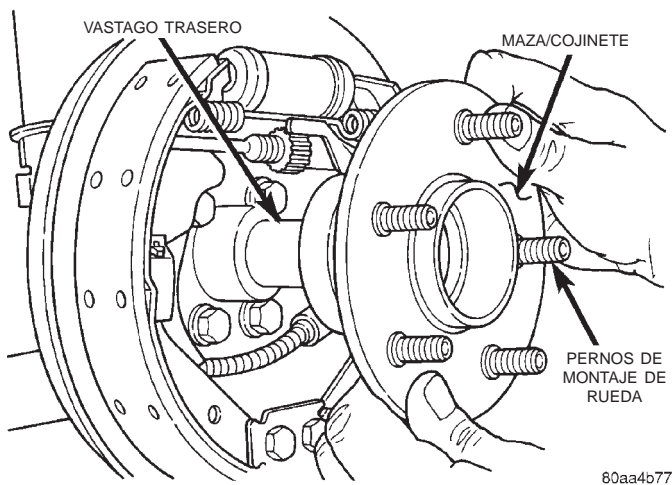

Fig. 147 Desmontaje de maza/cojinete del vástago (Se muestran los frenos de tambor)
(17) Retire el conjunto de maza/cojinete (Fig. 147) del vástago trasero.